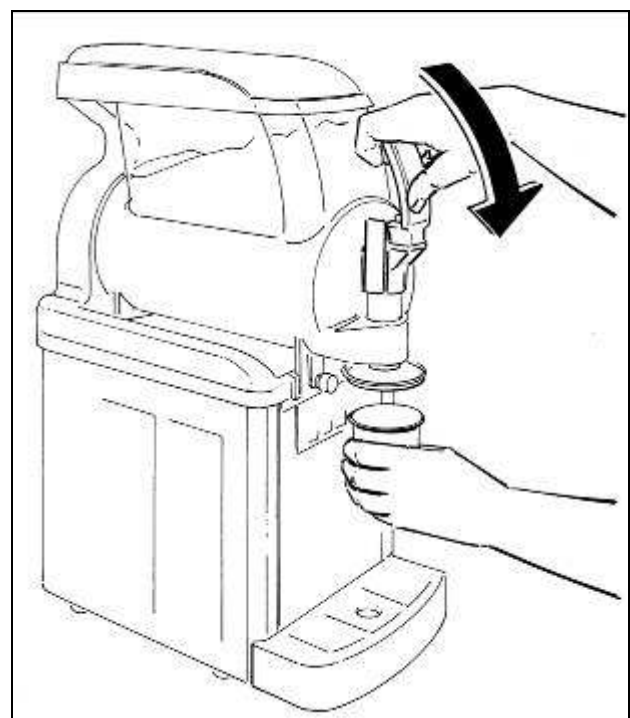

Fig. 7
*GT1 è munita di un particolare accessorio per dare una forma a stella al prodotto erogato; in fase di utilizzo posizionare il bicchiere sotto di esso come mostrato in fig.7*